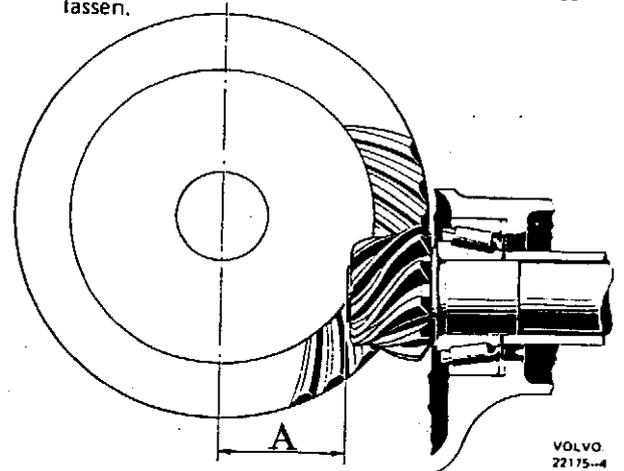

Abb. 46. Sitz des Antriebskegelrades
2. Die Lage des Antriebskegelrades soll einen gewissen Abstand (A, Abb. 46) zur Mittellinie des Tellerrades einhalten. Aufgrund von Herstellungstoleranzen entstehen jedoch Abweichungen von diesem Nennwert.